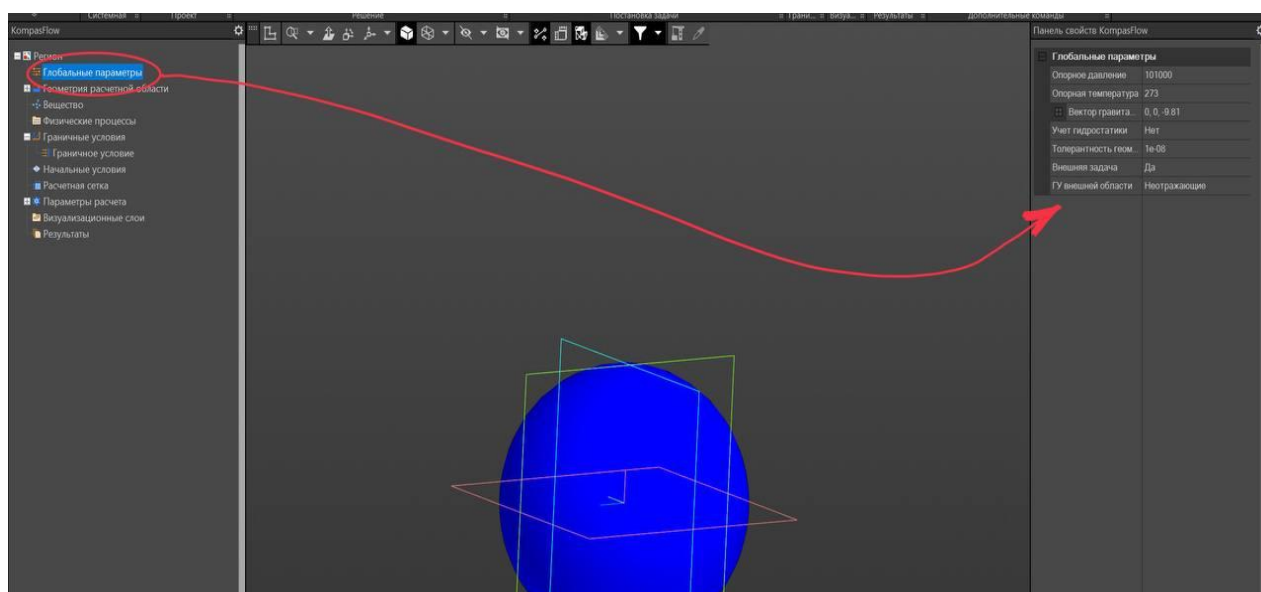

Рисунок 2
7. Параметры выделенного элемента KompasFlow отображаются и задаются в панели свойств (рис. 2). Значения параметров в панели свойств вводятся в текстовые поля либо выбираются из выпадающего списка. В глобальных параметрах проекта задаются вектор гравитации, опорные давление и температура и геометрическая точность.